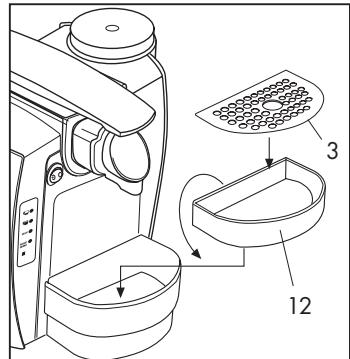

Fig.6
L'altezza della griglia (3) può essere regolata in due posizioni a seconda della grandezza della tazza che si intende utilizzare capovolgendo il supporto (12) e riposizionando nella sua sede la griglia raccogligocce (3) **(Fig. 6)**